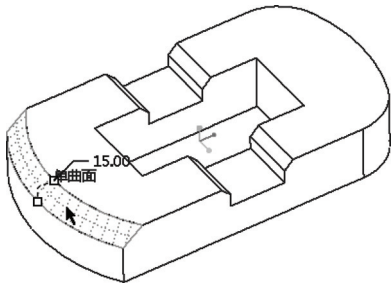

图 8-56 选择一处倒角形曲面
- 3) 选择倒角形曲面以修改其尺寸。在本例中选择图 8-56 所示的一处倒角形曲面。